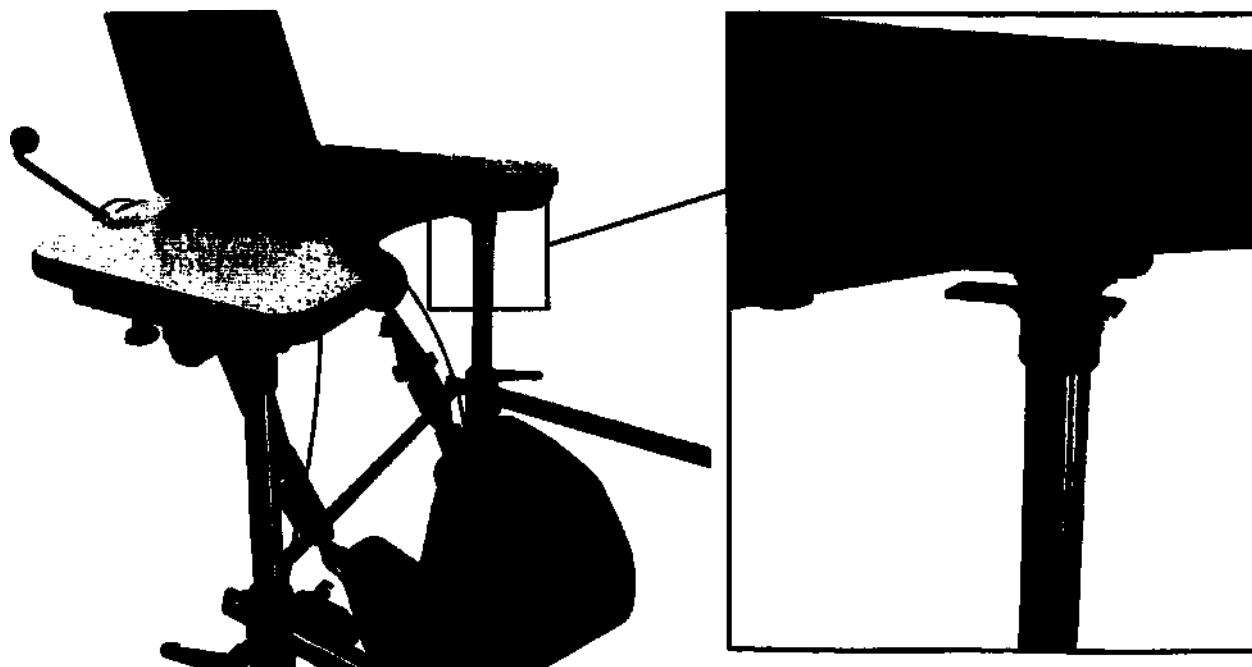

Рисунок 18 – Кронштейн крепления датчика движения
8.2 Установка датчика движения на тренажер. При поставке датчик движения не установлен на тренажер. Датчик движения должен быть размещен на кронштейне крепления датчика движения, который устанавливается на предприятии изготовителя и находится на правой балансировочной стойке (рисунок 18).